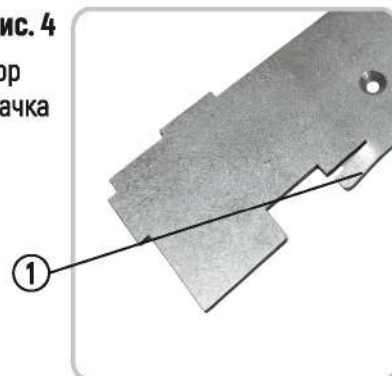

Рис. 5
6.2 Изменение режимов осуществляется переключением флажка, расположенного на передней планке замка (Рис.5).
Внимание! Перед переключением флажка необходимо рукой утопить кулачок и удерживая его в этом положении, переключить флажок. Положение флажка, указанное на Рис.5 соответствует режиму свободного прохода.